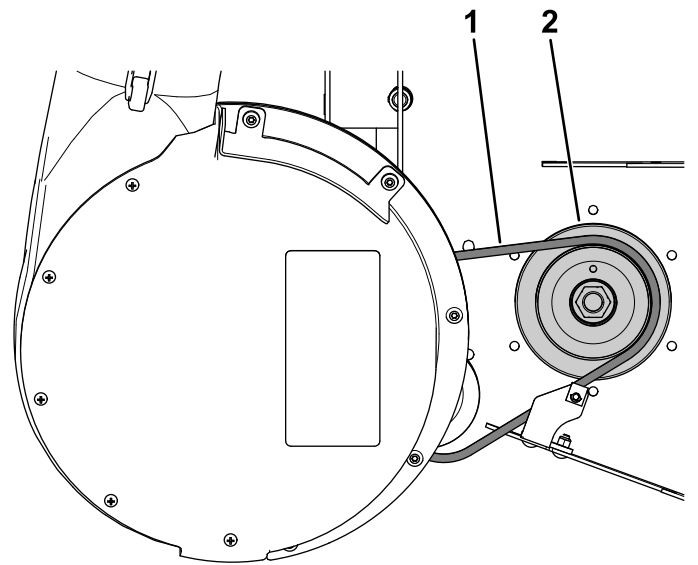
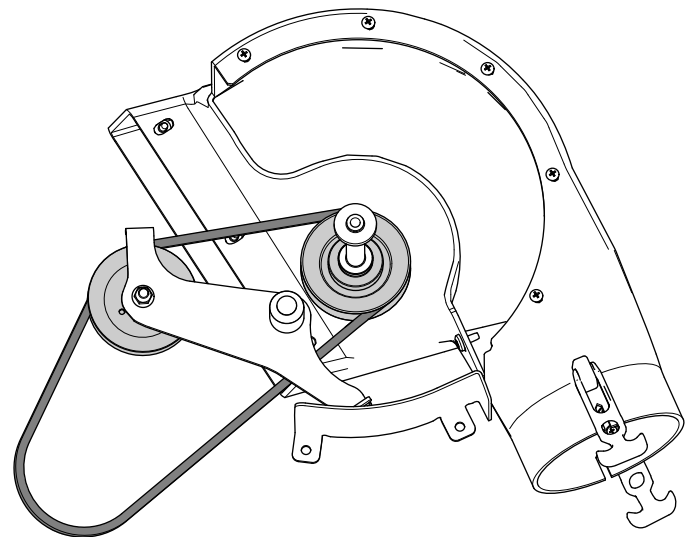

Figura 60
Figura 61
5. Togliete la cinghia del soffiatore esistente (Figura 60 e Figura 61).